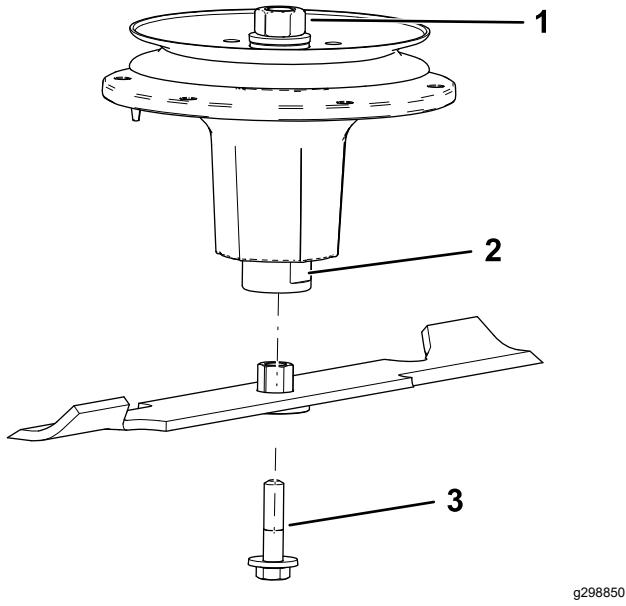

Figura 99
2. Instale el conjunto de buje/cuchilla en el eje (Figura 99).